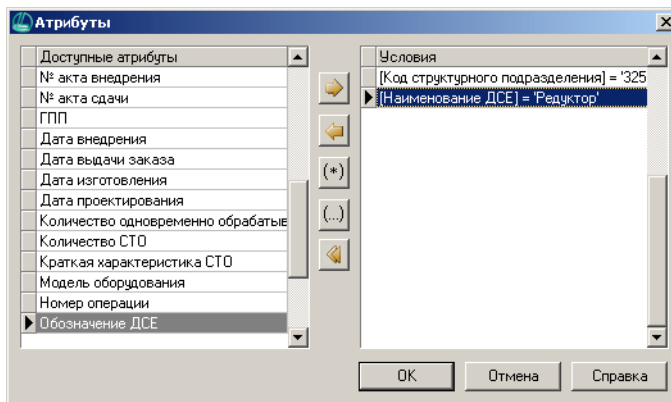

Рис. 1.5.
3. Нажмите кнопку **ОК**. Откроется окно **Атрибуты** (рис. 1.5).